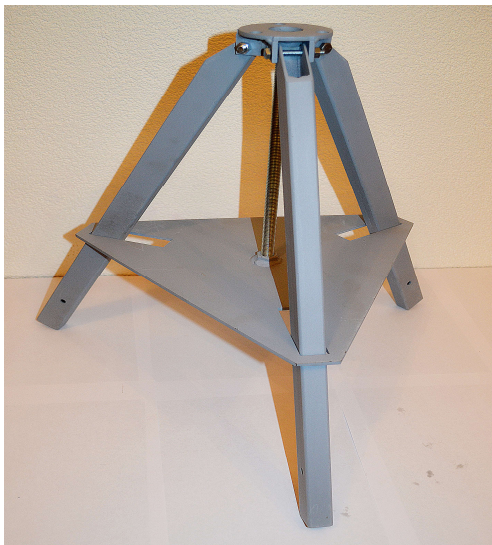

Рисунок 1.3 - УЗЛ-3Р в положение “разблокировка”
- при вращении вала против часовой стрелки отодвигаются от конструктивных элементов колодца, тем самым обеспечивая установку УЗЛ-3Р в положение “разблокировка” *рисунок 1.3.*